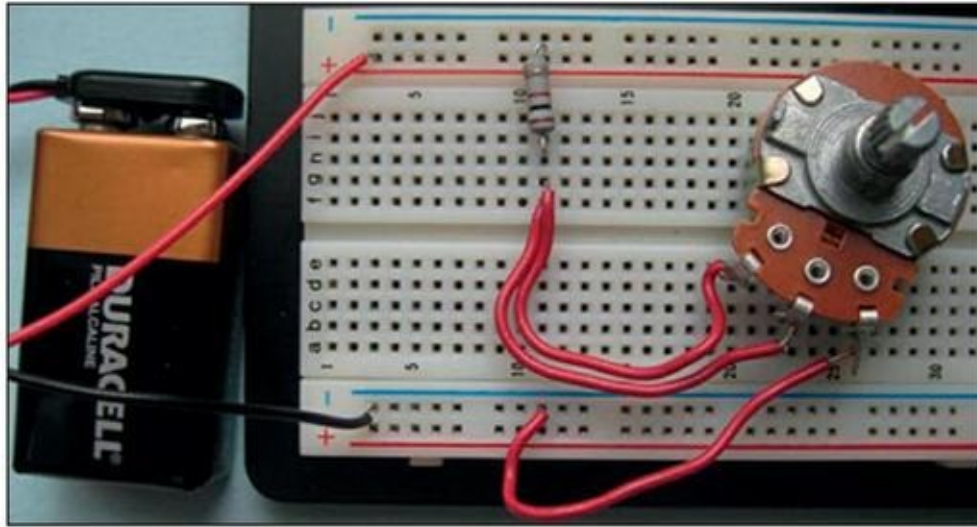

FIGURE 6-5 Dans ce circuit simple, les connexions entre les composants sont assurées par votre plaque d'essais sans soudure.
3. Assemblez le circuit en vous aidant de la Figure 6-5.